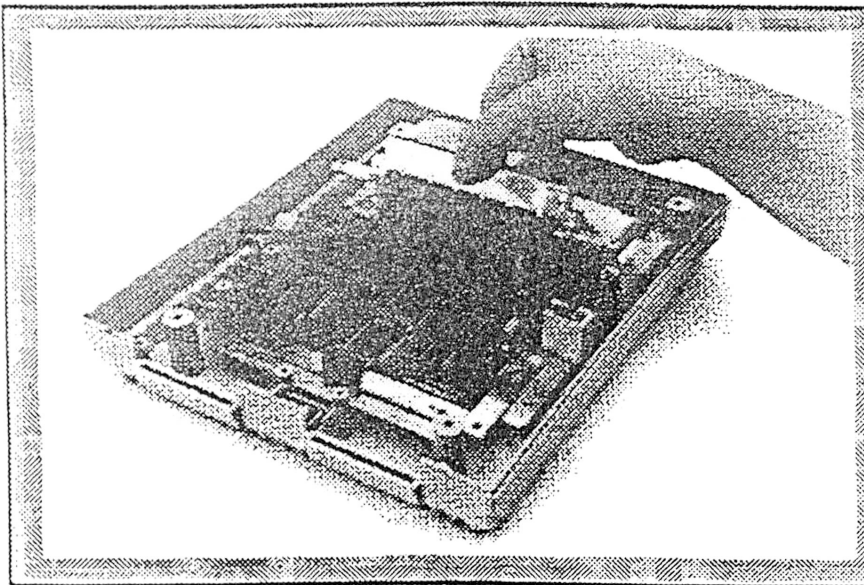

Fig. 14
7. **Conector de 62 Pinos:** Segure o Conector Superior de 62 Pinos e puxe-o firmemente para cima, para removê-lo (Fig. 14). Levante o PCB para fora do gabinete inferior.